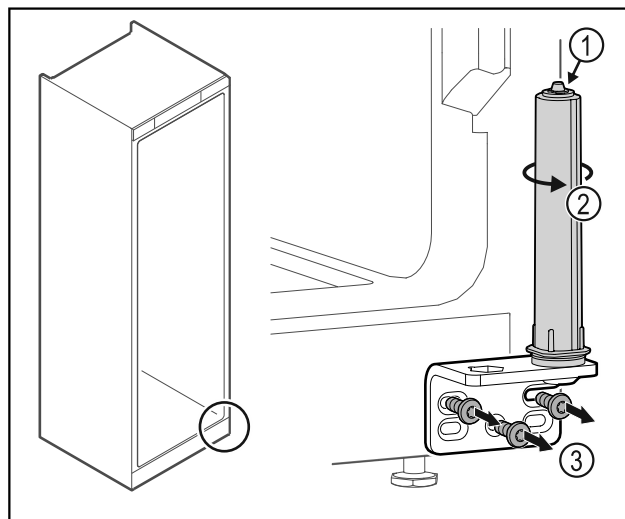

Fig. 45
- ▶ Ne razstavite sistema za zaklepanje vrat Fig. 45 (1).
- ▶ Obračajte zaporni sistem Fig. 45 (2), dokler ne klikne.
- ▶ Odvijte kotnik tečaja vrat Fig. 45 (3).